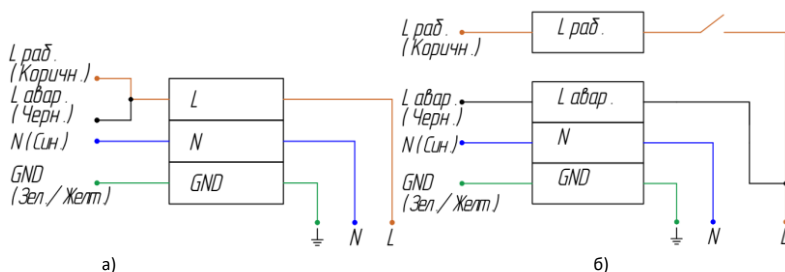

Рисунок 10 — Схема подключения аварийного светильника:
5.4.4. Если предполагается включать и выключать светильник в рабочем режиме, присоедините фазный рабочий провод (L_{раб.}) к клемме L_{раб.} через выключатель (см. рисунок 10, б). В данном случае возможно включение/отключение рабочего освещения через выключатель. В случае возникновения аварийного отключения электроэнергии светильник автоматически перейдет в аварийный режим при любом положении выключателя.